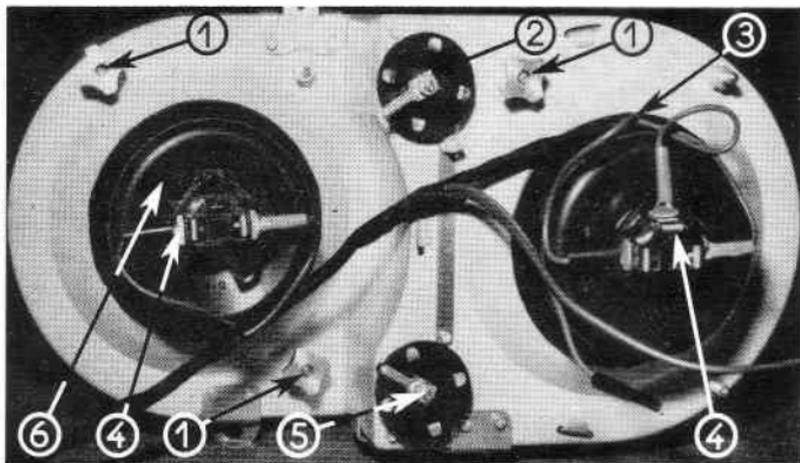

Fig. 39
- Éteindre les phares et tirer sur la connexion 4 (fig. 39) et dégager le protecteur en caoutchouc;
Feux clignotants 2 (fig. 39) : Type de lampe BA 15 S - 12 V - 25 W.
Feux de position 5 (fig. 39) : Type de lampe BA 15 S - 12 V - 4 W.